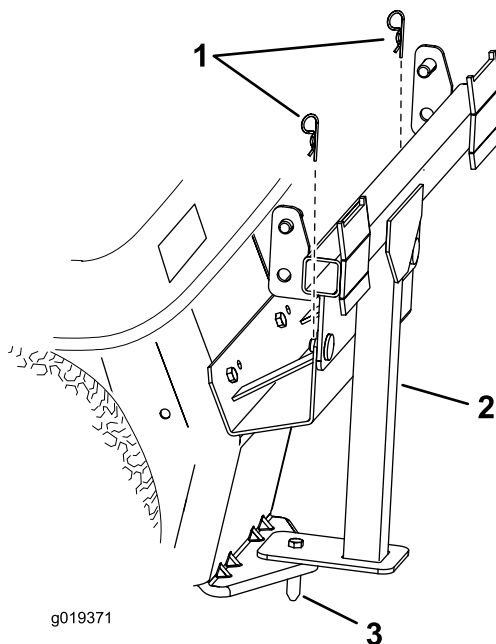

Figura 5
5. Ruotate il telaio di montaggio verso l'alto in modo che i perni scorrano attraverso fori sulla staffa di fissaggio superiore del trattorino (Figura 5).
6. Fissate i perni con le coppiglie (Figura 5).